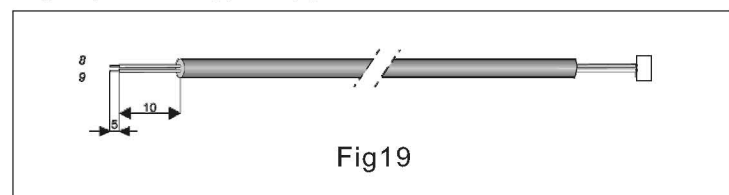

Fig19
5. Preparare le estremità del cavo bipolare per la connessione come illustrato in fig. 19.
6. Disconnettere il resistore (5) dal cavo bipolare dell'unità interna (3) e connettere al loro posto il connettore del cavo bipolare (6).
7. Connettere l'altra estremità del cavo bipolare (6) al terminale del filo bipolare dell'unità esterna (9).